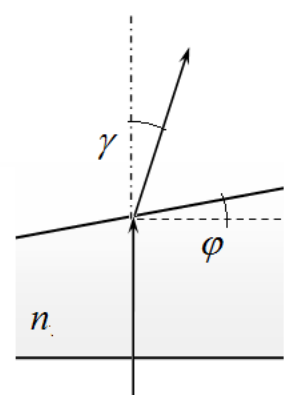

Рис. 5
1.2 Пусть луч света падает нормально на плоскую поверхность пластинки в точке, над которой противоположная поверхность пластинки наклонена под некоторым углом φ . Получите формулу, описывающую зависимость от угла наклона φ угла отклонения γ луча от первоначального направления. (Рис. 5).